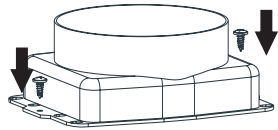

Abb. 3.1: Abluftstutzen montieren
- Abluftstutzen ② mit 2 Schrauben auf der Motorbox verschrauben (=> Abb. 3.1).
- Falls benötigt Reduzierstück ④ auf den Abluftstutzen ② aufsetzen und fest aufschieben.